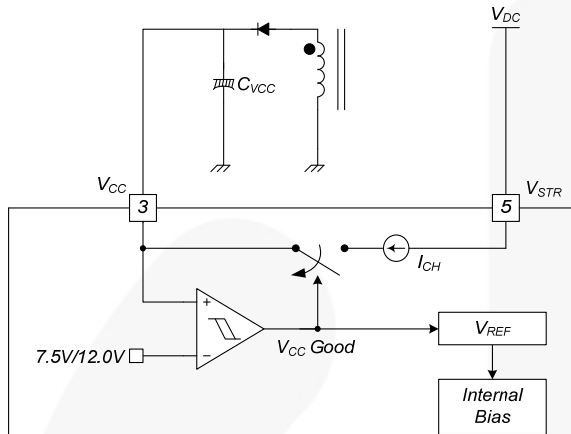

图 18. 启动框图
**1. 启动:** 在启动期间, 内部高压电流源提供内部偏压并为连接至  $V_{CC}$  引脚的外部电容器 ( $C_{VCC}$ ) 充电, 如图 18 所示。当  $V_{CC}$  达到 12 V 时, FSL117MRIN 开始开关过程, 并且内部高压电流源被禁用。除非  $V_{CC}$  低于停止电压 7.5V, 正常的开关操作持续进行, 电源由变压器辅助绕组提供。